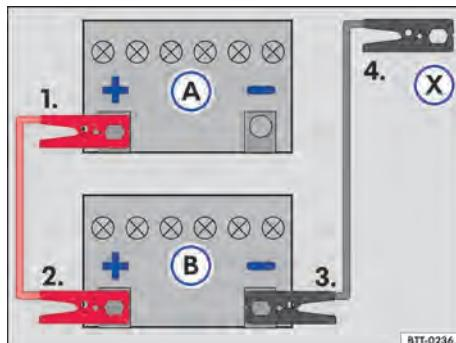

Fig. 127 Esquema para a conexão dos cabos auxiliares de partida: bateria descarregada **(A)** e bateria fornecedora de corrente **(B)**.
- Conectar uma extremidade do cabo auxiliar de partida **vermelho** ao polo positivo → **Fig. 127**  do veículo com a bateria do veículo descarregada **(A)** → .
- Conectar uma extremidade do cabo de auxílio na partida **preto** ao polo negativo **(-)** da bateria do veículo fornecedora de corrente **(B)** → **Fig. 127**.